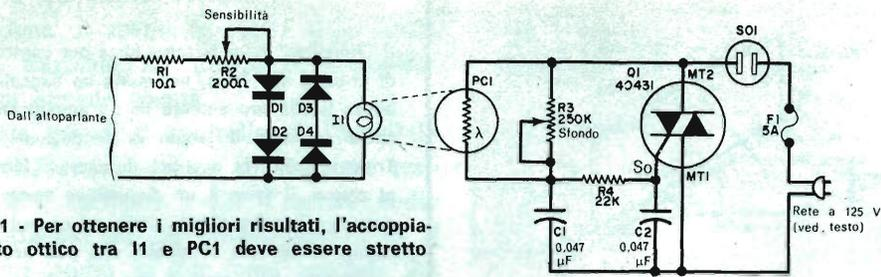

Fig. 1 - Per ottenere i migliori risultati, l'accoppiamento ottico tra I1 e PC1 deve essere stretto
**Costruzione** - Il circuito (*fig. 1*) può essere montato come si vede nella *fig. 2*, con i controlli R3 (Sfondo) e R2 (Sensibilità) montati su un lato e la presa di rete (SO1) ed i cordoni di rete ed audio sull'altro lato. Nel montaggio illustrato nella *fig. 2*, il circuito è stato realizzato su due basette d'ancoraggio a cinque terminali.